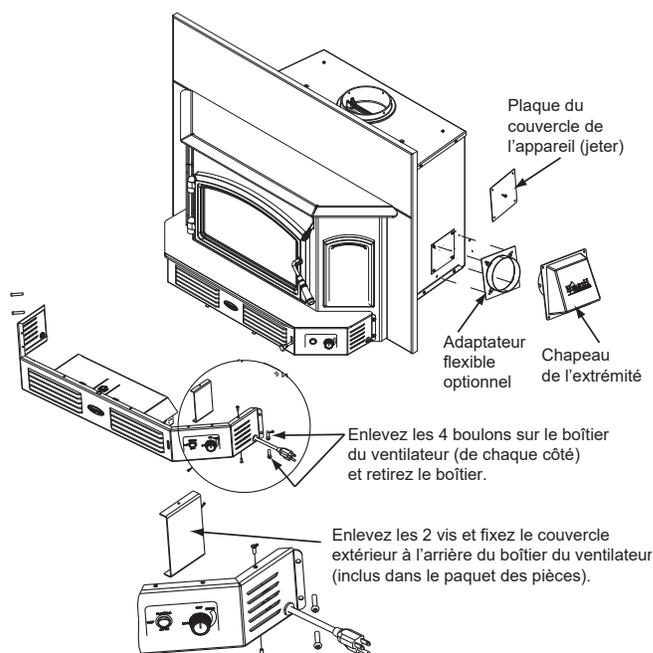

Figure 17.1
8. Reportez-vous aux instructions fournies avec votre kit de ventilateur pour fixer le couvercle d'air extérieur rectangulaire (Figure 17.1).
1. Retirer la plaque de couverture d'air extérieure de la boîte extérieure de l'appareil et la jeter (Figures 17.1).